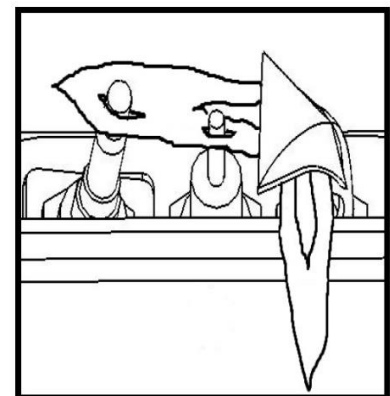

FIG. 2
4. Attendre cinq (5) minutes pour laisser échapper tout le gaz. Reniflez tout autour de l'appareil, y compris près du plancher, pour déceler une odeur de gaz. Si vous sentez une odeur de gaz, ARRÊTEZ! Passez à l'étape "B" des instructions de sécurité sur la portion supérieure de cette étiquette. Si vous ne avez pas d'odeur de gaz passez à l'étape 7.
6. Des bips sonores continus confirment que la séquence d'allumage est en cours. La veilleuse, une fois allumée, devrait apparaître comme sur la figure 2. Quand l'allumage de la veilleuse est confirmé, le brûleur principal s'enflamme au niveau maximal. Remarque : Si la veilleuse ne reste pas allumée après plusieurs essais, aller à l'étape 11.
Pour votre sécurité, cet appareil est équipé d'un dispositif de surveillance de la flamme qui coupera l'alimentation en gaz si, pour une raison quelconque, la flamme de la veilleuse. Ce dispositif comprend une sonde fixe, qui détecte la chaleur de la flamme de la veilleuse. Si la sonde est froide, le dispositif permettra d'éviter tout écoulement de gaz à moins d'allumer manuellement le pilote. Voir les instructions complètes d'allumage. Vérifiez régulièrement les pilotes et des flammes du brûleur, en les comparant à la figure 2 de la page précédente, et l'image au bas de cette page.